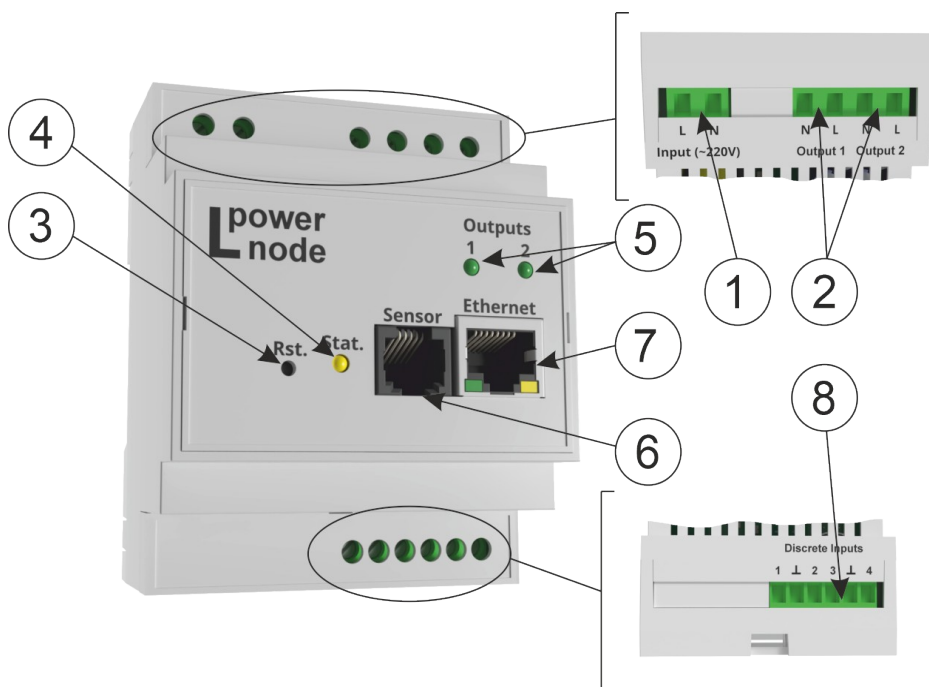

Рисунок 1 – Внешний вид устройства LPowerNode 2DIN
4.3.6 Подключите, при необходимости, используемые дискретные датчики к клеммным блокам дискретных входов (см. **рисунок 1**) в соответствии с маркировкой.
4.3.7 Подключите, при необходимости, исполнительный механизм к клеммным блокам релейных выходов (см. **рисунок 1**) в соответствии с маркировкой.